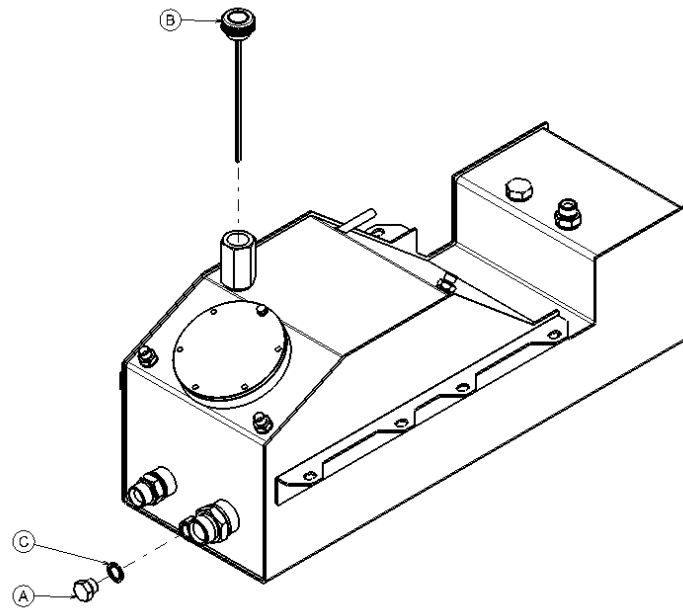

Figure 3
- Vider le réservoir de l'huile hydraulique en retirant le bouchon de vidange (A - Figure 3) dans la partie inférieure du réservoir, et en ayant soin de placer un récipient afin de ne pas répandre l'huile usée dans la nature.
- Retirer le bouchon de remplissage du goulot (B - Figure 3) afin d'accélérer la sortie de l'huile.
- Lorsque le réservoir est complètement vide, visser le bouchon de vidange (A - Figure 3) en ayant soin de vérifier que le joint (C - Figure 3) n'est pas détérioré
- Procéder au remplissage avec l'huiles indiquées ci-dessus à travers le goulot du réservoir (B - Figure 3) en vérifiant, à l'aide de la tige du bouchon, que le niveau ne dépasse pas le cran du maximum.